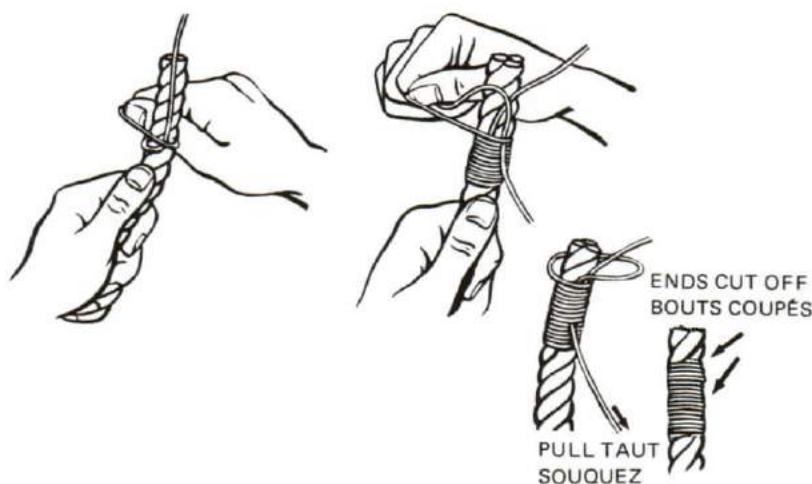

Figure 10-17
- b. Whenever you cut a rope, make sure to whip the ends immediately. See Figures 10-17 to 10-19. If you do not, the strands and their yarns will unlay. See Figure 10-11.
- b. chaque fois que vous coupez un cordage, n'oubliez pas de le surlier immédiatement (voir les figures 10-17 à 10-19), sinon les torons et leurs fils se décommettront (voir la figure 10-11);
2. To do Common Whipping place the end of the twine along the rope; pass turns of the twine over the rope against the lay, working towards the end of the rope, and haul each turn taut. Then lay the end of the twine along the rope, as demonstrated in Figure 10-17 and pass the remaining turns over it taking the bight of the twine over the end of the rope with each turn. When the bight becomes too small to pass over the end of the rope, haul this second end of the twine through the turns which you have passed over it, until taut, thus completing the last turn round the rope, then cut off the end.
2. Pour effectuer une surliure ordinaire, ou surliure à la voilière, placez l'extrémité du fil sur le cordage; enroulez le fil vers l'extrémité du cordage en tours francs jointifs, dans le sens contraire du commettage, en souquant le plus possible à chaque tour. Placez alors l'extrémité du fil sur le cordage comme le montre la figure 10-17. Enroulez les tours qui restent par dessus le fil en passant graduellement le mou du fil vers l'extrémité du cordage. Quand le mou ne peut plus recouvrir le cordage, souquez le bout du fil engagé sous les trois ou quatre derniers tours, fixant ainsi le dernier tour sur le cordage, puis coupez les bouts de fil qui pendent.